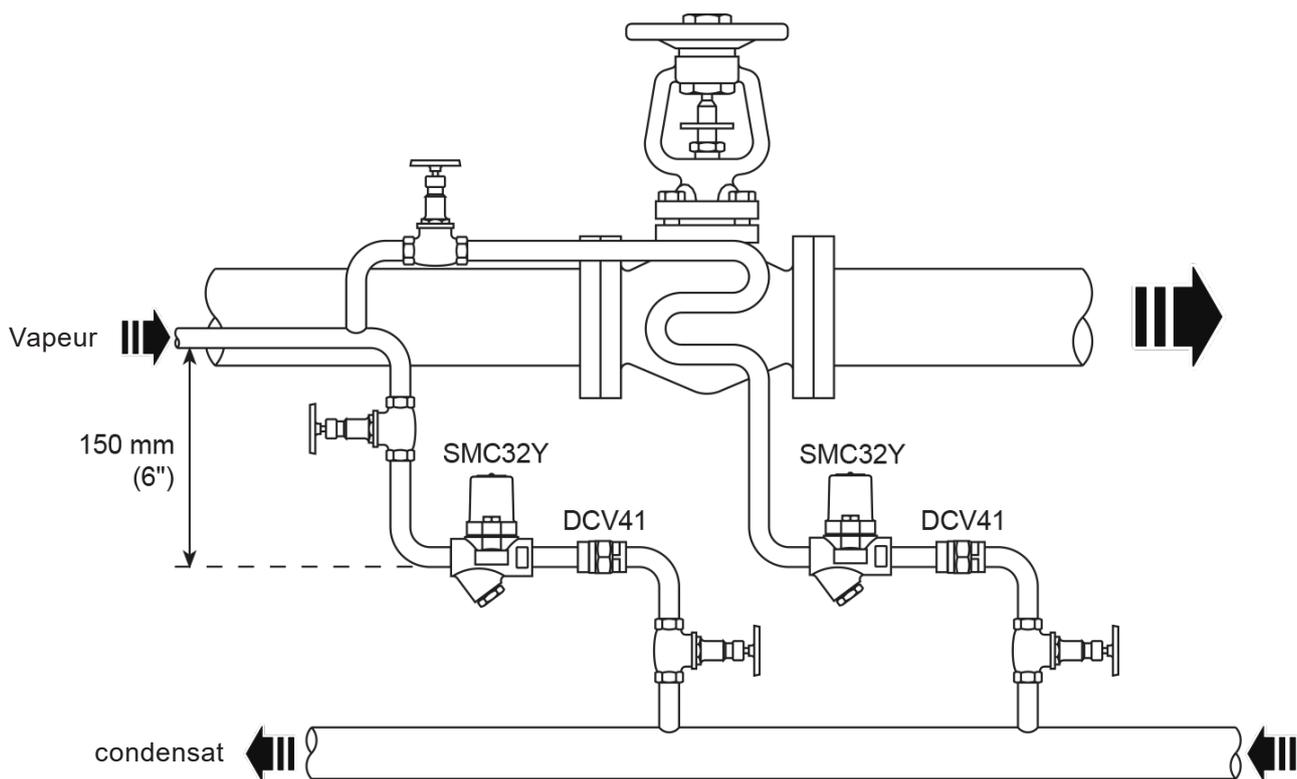

Fig. 3 - Traçage non critique
- 3.4** Le purgeur peut être installé en position verticale ou horizontale, de préférence avec un pot de purge en amont de l'appareil (une hauteur de charge de 150 mm est recommandée). Voir Figure 3.
- 3.5** Un clapet de retenue doit toujours être installé (ex. Le DCV41, voir Fig. 3) lorsque l'évacuation est raccordée à une ligne de retour avec une forte contre-pression.